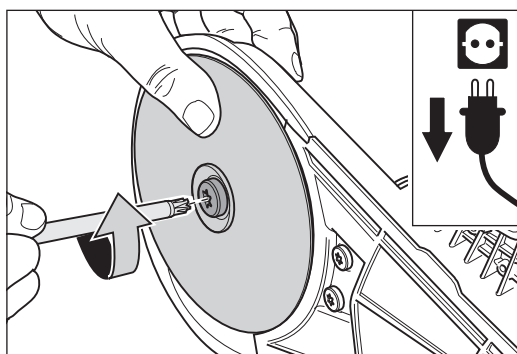

Abb. 12 Die Schraube mit dem Universalschlüssel herausdrehen.
- 4 Drehen Sie mit dem Universalschlüssel die Schraube aus dem Schleifteller heraus (Abb. 12).